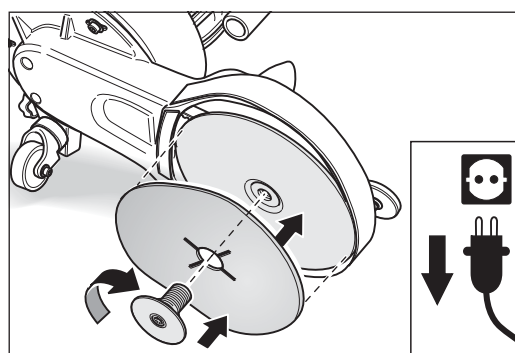

Abb. 54 Die neue Schleifscheibe mittig auflegen und die Papierspannschraube handfest anziehen.
- 6 Drehen Sie die Papierspannschraube mit dem Innensechskantschlüssel in den Schleifteller. Ziehen Sie die Papierspannschraube handfest an (Abb. 54). Achten Sie darauf, dass die Schleifscheibe möglichst mittig auf dem Schleifteller befestigt wird.